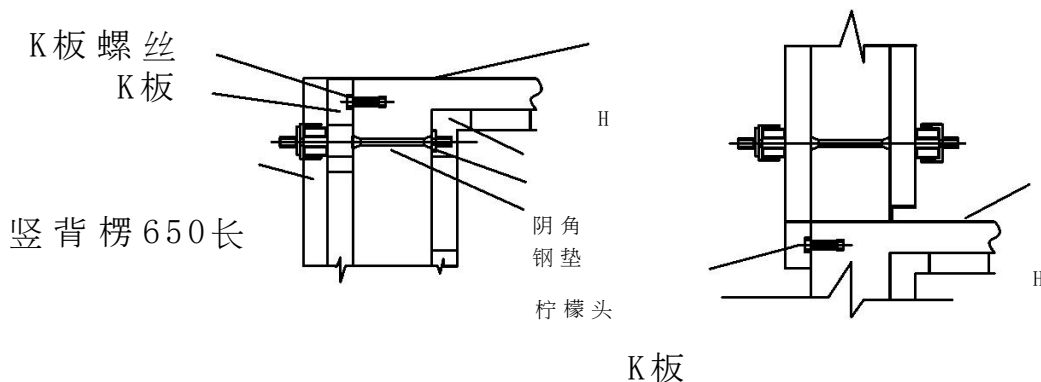

图11 外墙上层与下层模板交接安装示意图
(3)、外墙面和电梯井配置模板时，上部水平配置150 mm开孔模板，水平模板与楼面平，并在K板开孔处用M16X100螺栓安装M16螺母，水平模板长度与外墙长度一致。利用穿墙螺栓安装外墙模板支撑，用来支撑外墙模板。如图11。